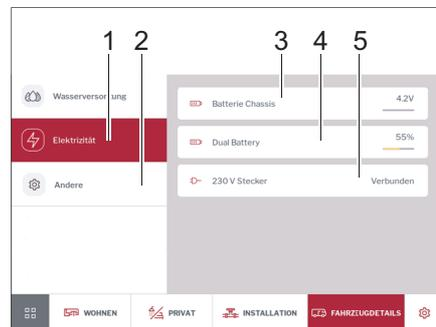

Fig. 269 Électricité et température intérieure
- Appuyer sur la touche *Électricité* (Fig. 269,1). La tension de la batterie du véhicule (Fig. 269,3), l'état de charge de la batterie auxiliaire en % et/ou la tension de charge de la batterie AGM en Volts (Fig. 269,4) ainsi que l'état de l'alimentation 230 V (Fig. 269,5) sont affichés.
- Appuyer sur la touche *Autres* (Fig. 269,2). La température intérieure s'affiche.